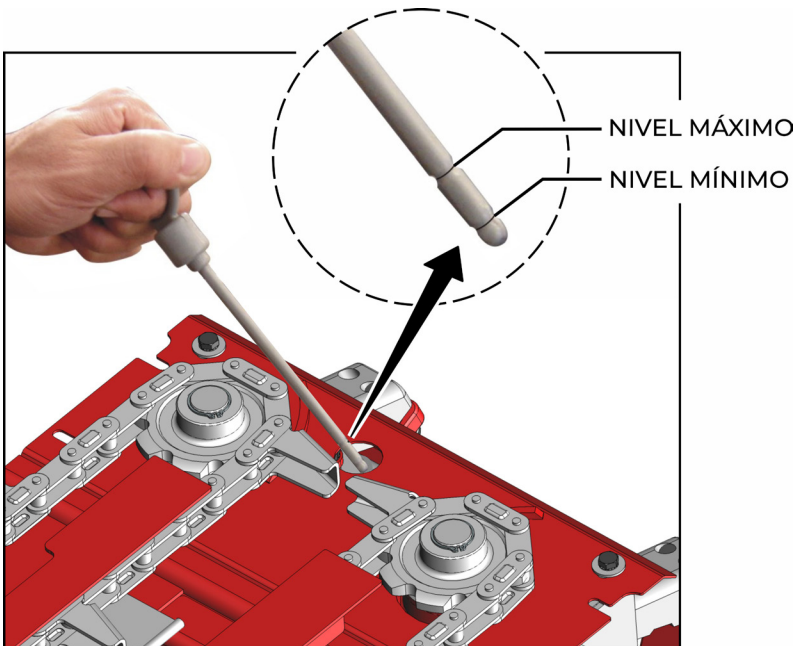

fig. 12
3. De ser necesario, reponga la cantidad de aceite suficiente para que el nivel quede dentro del mínimo y máximo indicados en la varilla (fig. 12);